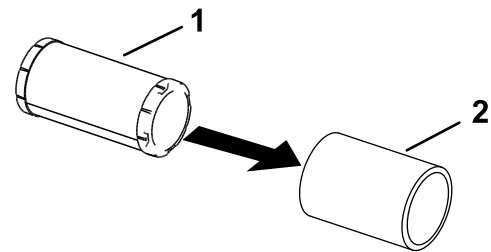

Figure 36
5. Séparez les éléments en mousse et en papier (Figure 36).